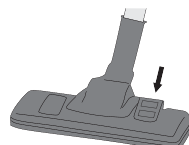

Figuur 2 Vastzetten van het aansluitstuk
1. Klik het aansluitstuk van de slang vast in de slangaansluiting op het motorhuis, zie figuur 2. Als u de slang wilt verwijderen, drukt u de twee zijknopjes op het aansluitstuk in en trekt u het aansluitstuk eruit.